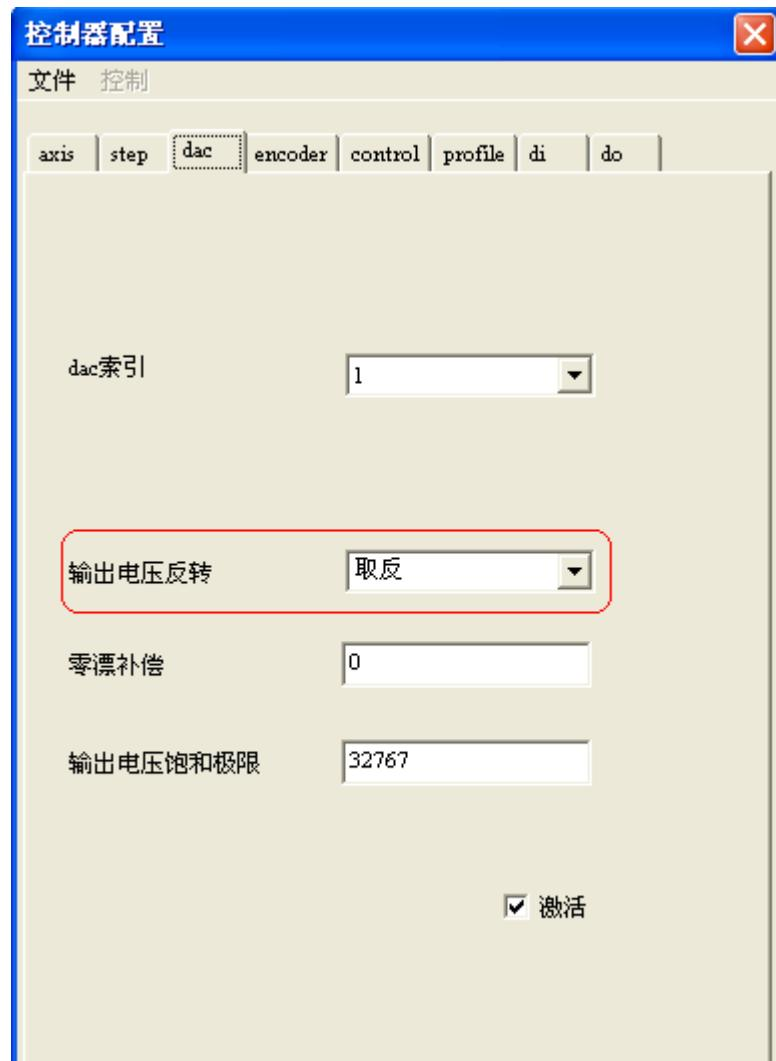

图 4-36 闭环配置示例之 dac 配置界面
- 3) 选择 dac (选项来激活模拟电模输出)，配置成如图 4-8 dac 配置界面所示，也即默认配置。如果电机正反馈，可以通过修改“输出电压反转”，使电机控制正常，如图 4-36 所示。